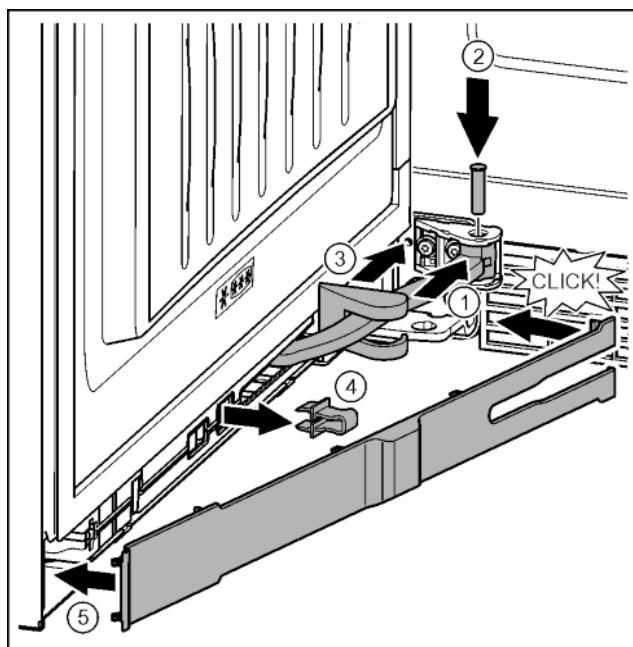

Fig. 43
- Повернуть шарнир в навеске. *Fig. 43 (1)*
- С помощью отвертки T15 вставить палец в навеску и шарнир. При этом следить за тем, чтобы выступ фиксатора занимал правильное положение в пазу. *Fig. 43 (2)*
- Переместить крышку опорного кронштейна вдоль шарнира и установить над навеской. *Fig. 43 (3)*
- Снять предохранитель. *Fig. 43 (4)*
- Установить накладку со стороны ручки и повернуть. *Fig. 43 (5)*